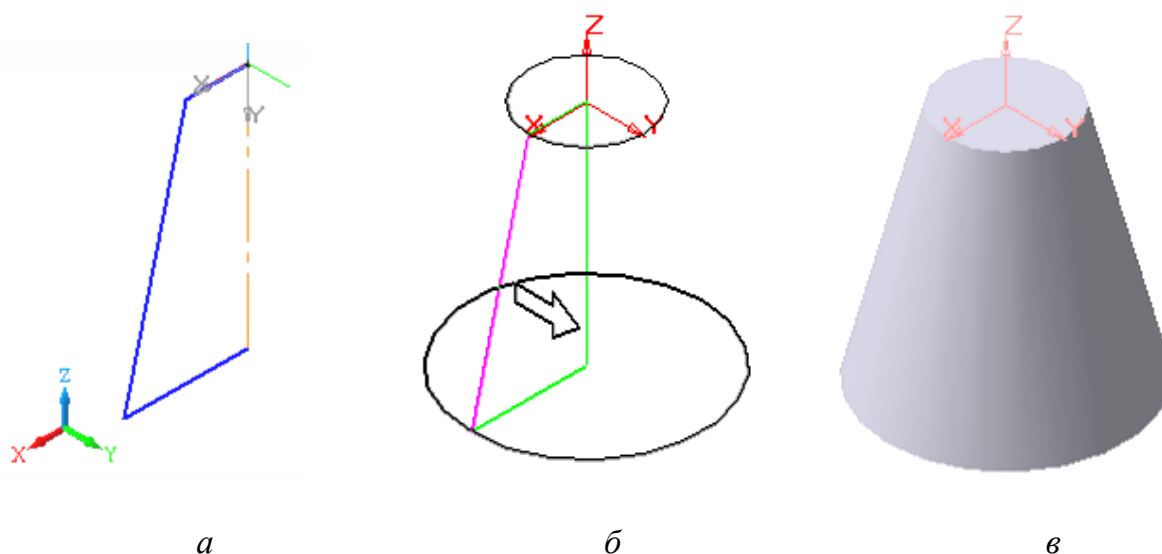

Рис. 3.43. Построение усечённого конуса вращения: а – эскиз операции Вращение (ось вращения – штрихпунктирная); б – фантом вращения; в – тело вращения
Операция Вращения позволяет создать «основу» детали, представляющую собой тело вращения. Операция доступна, если в модели ещё нет «основы» детали и выделен один эскиз. Эскиз в этом случае является осевым сечением элемента-«основы», которое ограничено поверхностью вращения (рис. 3.43,а).
- направление вращения из списка возможных вариантов (прямое, обратное, два направления, средняя плоскость). Прямое направление указано стрелкой (см. рис. 3.43,б).